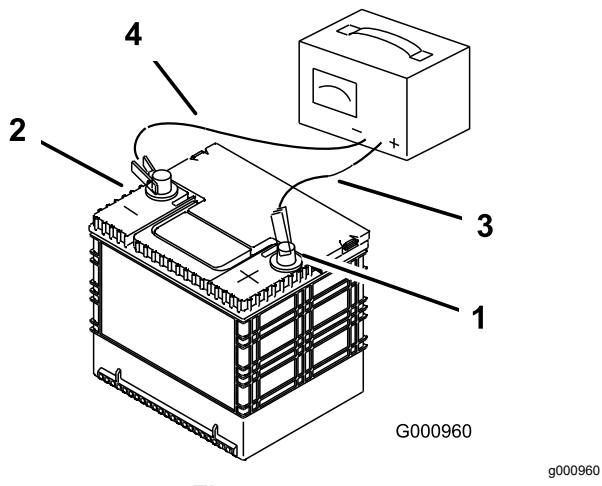

Figura 77
2. Quando a bateria estiver totalmente carregada, desligue o carregador da tomada elétrica e em seguida desligue os cabos do carregador dos bornes da bateria (Figura 77).